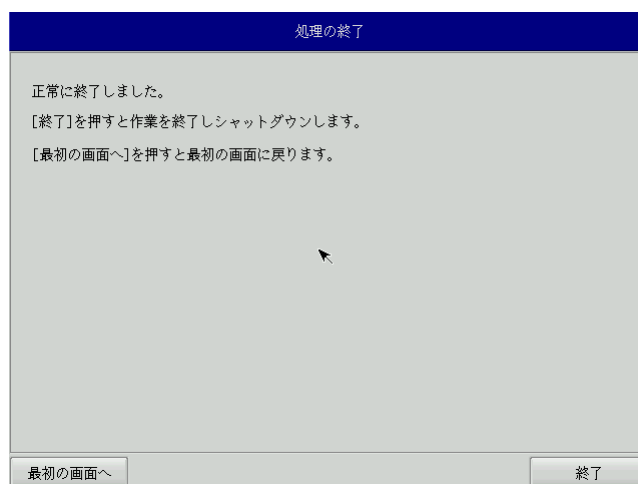

図 6-2-7. 終了画面
- ⑩ 終了画面（図 6-2-7）が表示されると工場出荷イメージの書込みは完了です。[終了]ボタンを押して電源を落とし、DVD ドライブを外します。